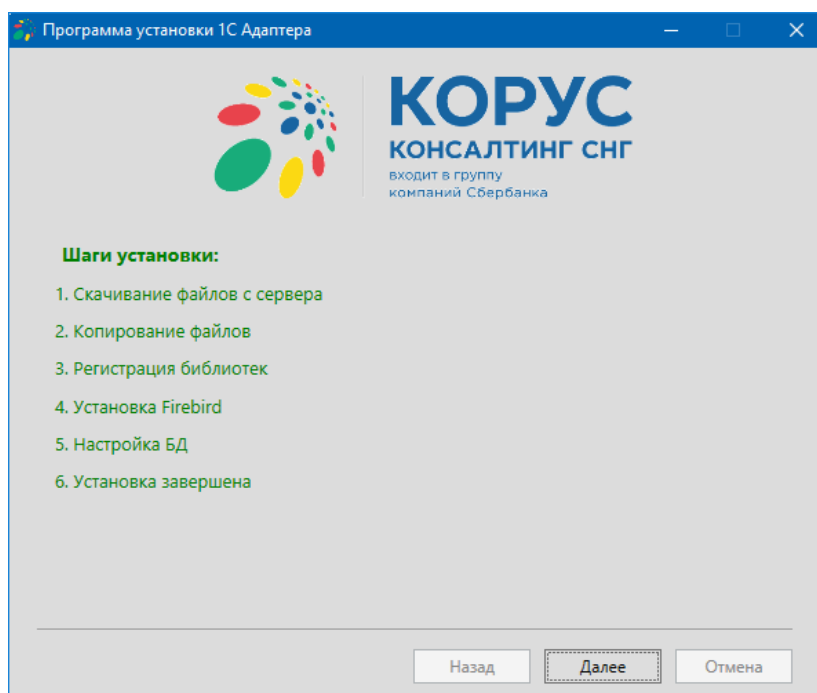

Рисунок 19 – Процесс установки адаптера
8.1.2.1. Начнется скачивание файлов адаптера, регистрация библиотек, настройка БД. Будет только пропущен пункт с установкой Firebird. После завершения установки нужно нажать кнопку «Далее» (рис. 19).